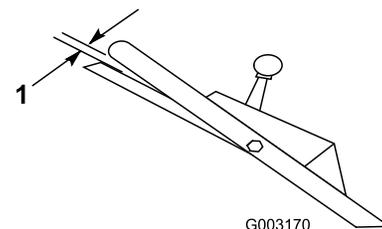

**Figura 30**
2. Gire el mando de control en el sentido de las agujas del reloj 1/2 vuelta si la máquina no avanza. Si la máquina avanza lentamente, gire el mando 1/2 vuelta en sentido antihorario para aflojar la correa (Figura 30).